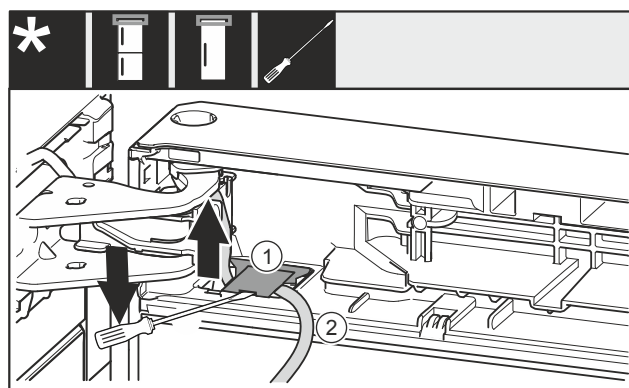

Fig. 26
- ▶ Nadvihnite kryt Fig. 26 (1) plochým skrutkovačom a vytiahnite ho.
- ▶ Vytiahnite kábel Fig. 26 (2).